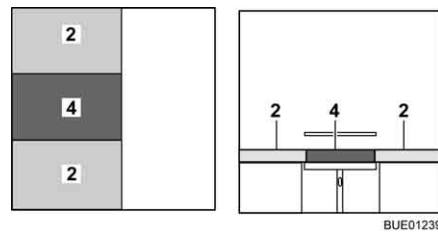

Bild 87 Nach dem Umbau
- Das Zusatzpolster (Bild 87,4) zwischen die Sitzpolster (Bild 87,2) legen.